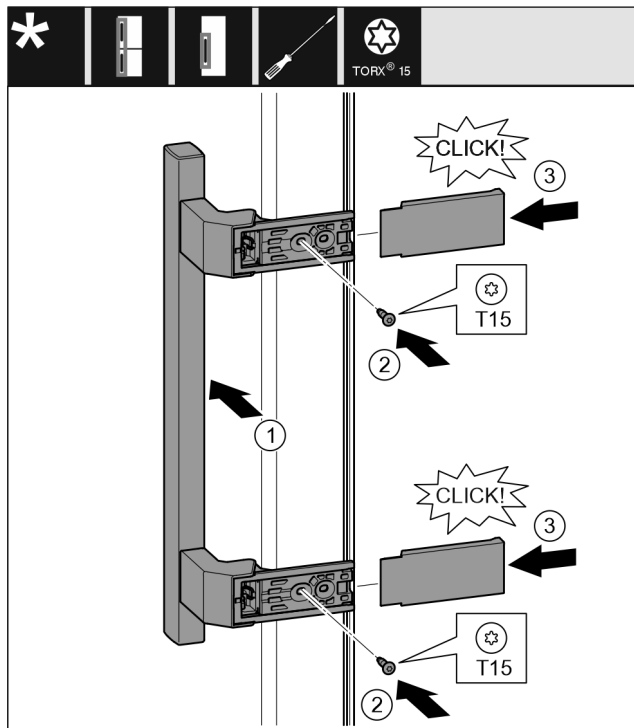

Fig. 15
- ▶ Helyezze fel a fogantyút a másik oldalra. Fig. 15 (1)
- ▶ Húzza meg a csavarokat T15 csavarhúzóval. Fig. 15 (2)
- ▶ Helyezze fel a fedelet oldalra, és tolja őket a helyükre. Fig. 15 (3)